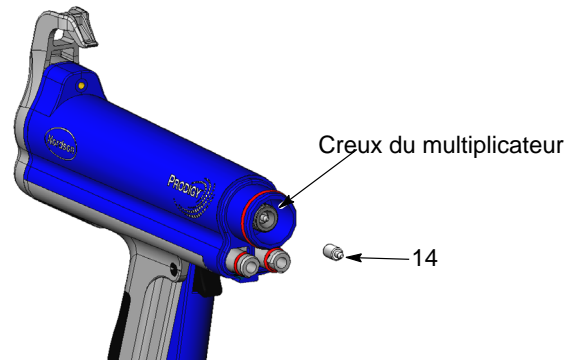

Fig. 26 Dépose de l'entretoise de contact
7. Voir la figure 26. Retirer l'entretoise de contact (14) du creux du multiplicateur. Essuyer la graisse diélectrique qui se trouve sur l'entretoise de contact.
3. Voir la figure 26. Insérer l'entretoise de contact dans le creux du multiplicateur. Remplir le creux du multiplicateur avec de la graisse diélectrique.